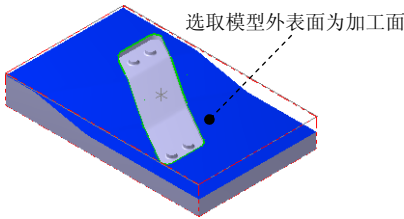

图 14.31 选取加工面
- (1) 在图形区中选取图 14.31 所示的曲面（共 8 个），然后按 Enter 键，系统弹出“刀具路径的曲面选取”对话框。